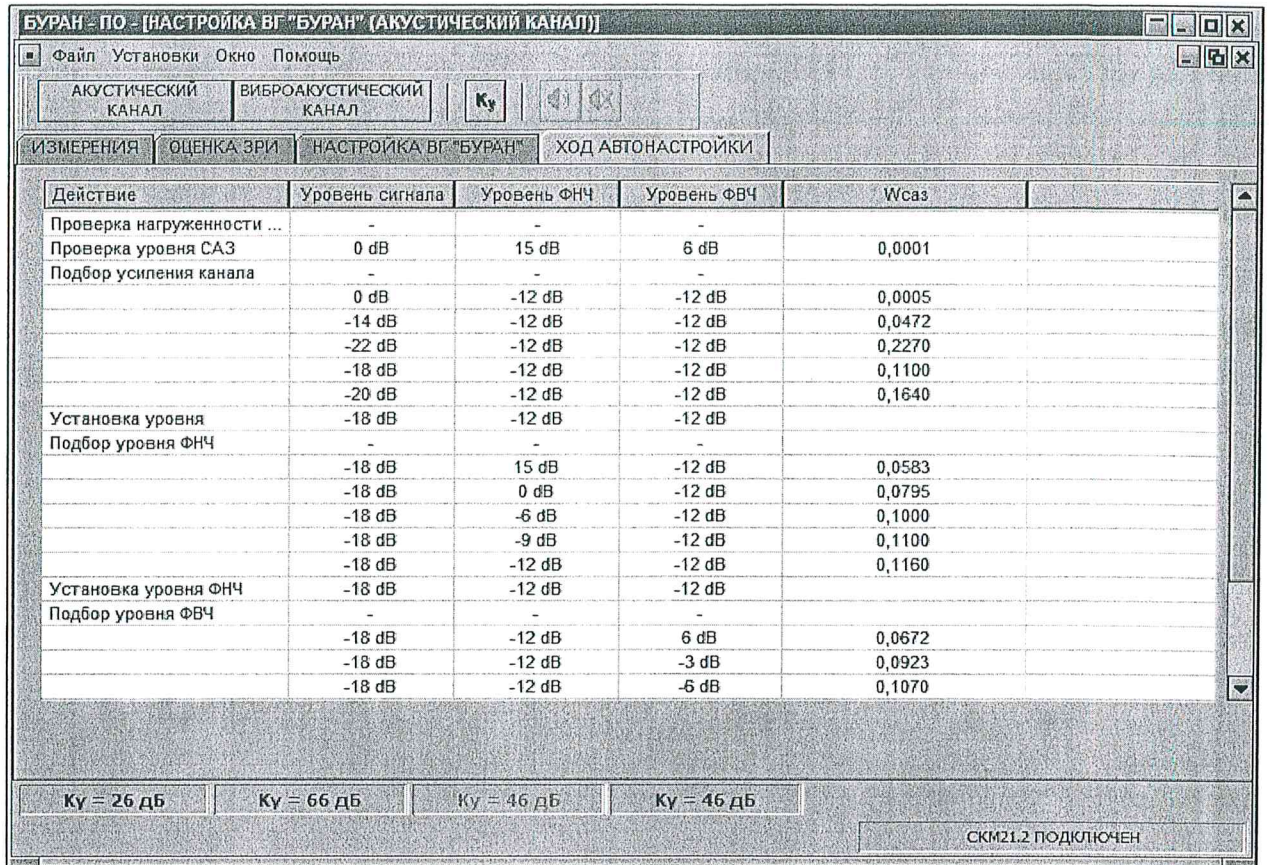

Рисунок 33 – Вид экранной формы «АКУСТИЧЕСКИЙ КАНАЛ» с вкладкой «ХОД АВТОНАСТРОЙКИ»
7.13.8.10 Вкладка «ХОД АВТОНАСТРОЙКИ» служит для обеспечения возможности анализа промежуточных результатов измерений и установок в ходе реализации алгоритма настройки. При ее нажатии на монитор «выводится» экранная форма, приведенная на рис. 33.